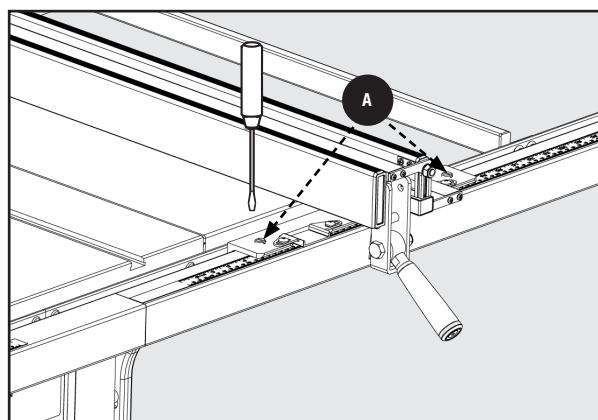

Figura 32
- Si la parte frontal de la guía no está perpendicular a la mesa, suelte la palanca de sujeción y ajuste ligeramente uno de los tornillos de fijación ranurados **A**, Figura 32, hasta que la parte frontal de la guía esté perpendicular con la mesa.